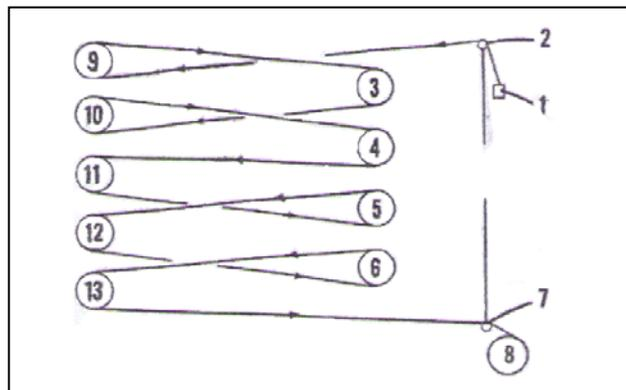

FIG. 13-33
(1) El enhebrado de 10 partes de línea de la pluma de levante: Diez partes de enhebrado de cable de pluma de levante es igual que de 12 partes, excepto que se requieren menos de brida y la fianza de poleas. Fig. 13-33.